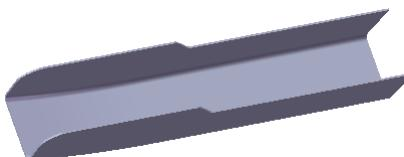

图 12.4.6 抽壳 1
Step5. 创建图 12.4.6 所示的零件特征——抽壳 1。
- (1) 选择命令。选择下拉菜单 **插入(I)** → **特征(E)** → **抽壳(S)...** 命令。